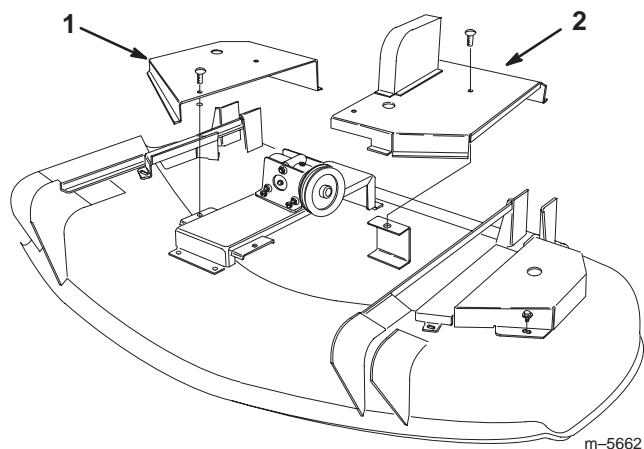

Bild 25
2. Lockern Sie die Befestigungsteile, mit denen die linken und rechten mittleren Schneidwerkabdeckungen abgesichert werden und entfernen die beiden, mittleren Abdeckungen (Bild 25).
6. Bringen Sie die beiden mittleren Schneidwerkabdeckungen mit den Befestigungsteilen an (Bild 25).